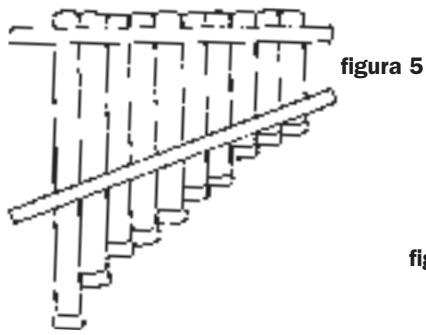
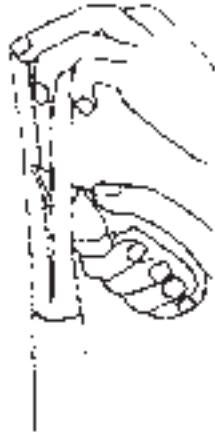
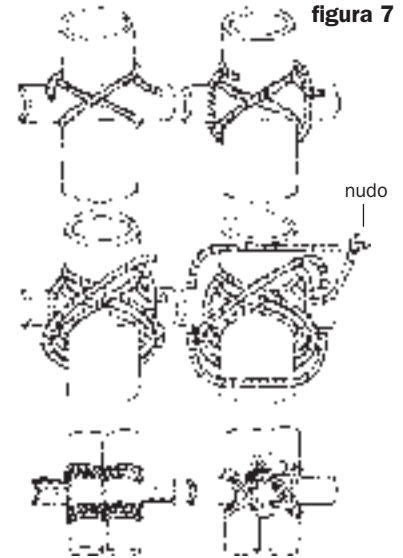

figura 5
figura 6
figura 7
5. Para unir los tubos. Ordenarlos como en la figura 5. Tomar una vara de caña de un largo superior al ancho de los tubos reunidos y cortarla por la mitad a lo largo para obtener dos travesaños: uno horizontal y otro oblicuo (figura 6). Atar cada tubo al travesaño horizontal -tal como se aprecia en la figura 7-, apretándolo lo más posible. Hacer lo mismo con el travesaño oblicuo.